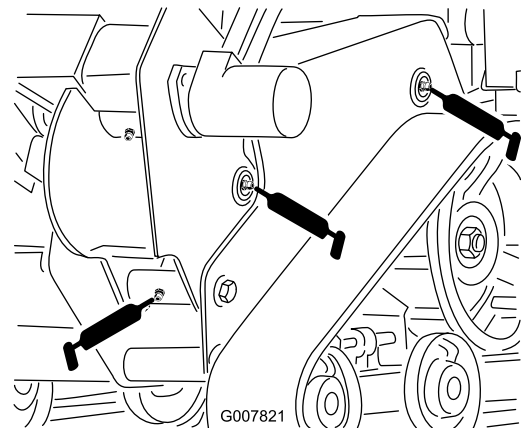
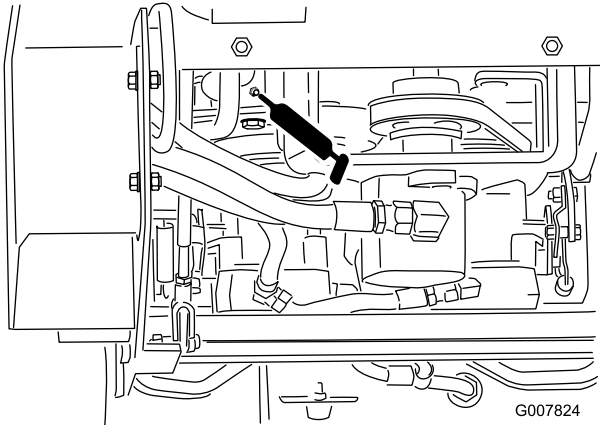

Figura 23
Figura 26
4. Conecte uma pistola de graxa em cada graxeira (Figura 23 a Figura 26).